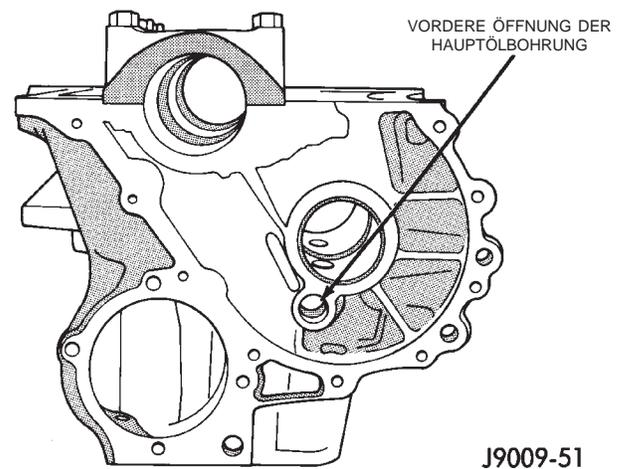
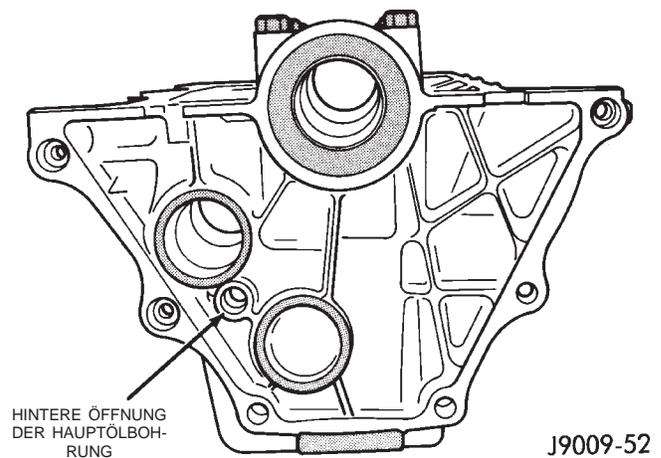

Abb. 73 Vordere Öffnung der Hauptölbohrung
Abb. 74 Hintere Öffnung der Hauptölbohrung
- Die vorderen und hinteren Öffnungen der Hauptölbohrung (Abb. 73) (Abb. 74).